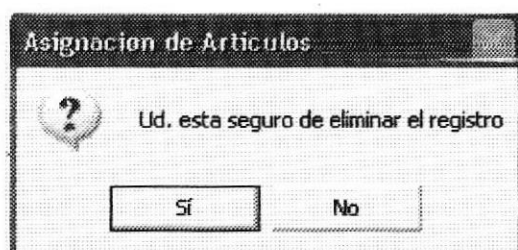

Figura 8.43. Información de asignación de artículos.
2. Seleccione el botón eliminar **Eliminar** y aparecerá una pantalla de advertencia como se muestra en la figura 8.43.